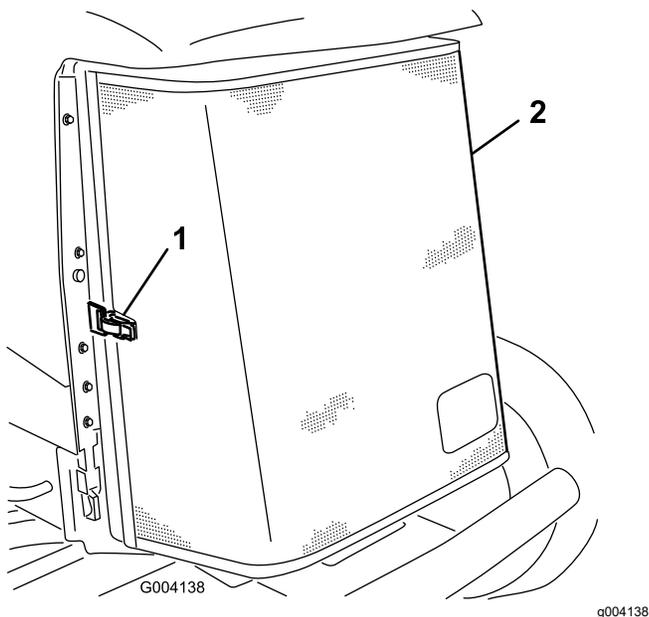

Figura 140
5. Sbloccate la griglia posteriore e orientatela per aprirla (Figura 140).